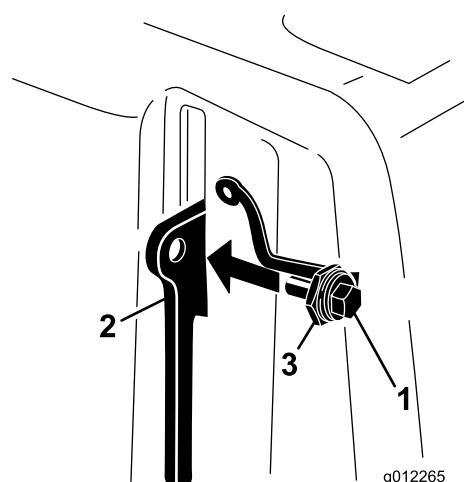

**Figura 17**
1. Individuate il foro sul copricinghia, vicino alla fessura della leva del dispositivo di fermo (Figura 16 e Figura 17).
2. Fissate il gruppo cordino al foro del copricinghia con un ribattino con spina (Figura 17).